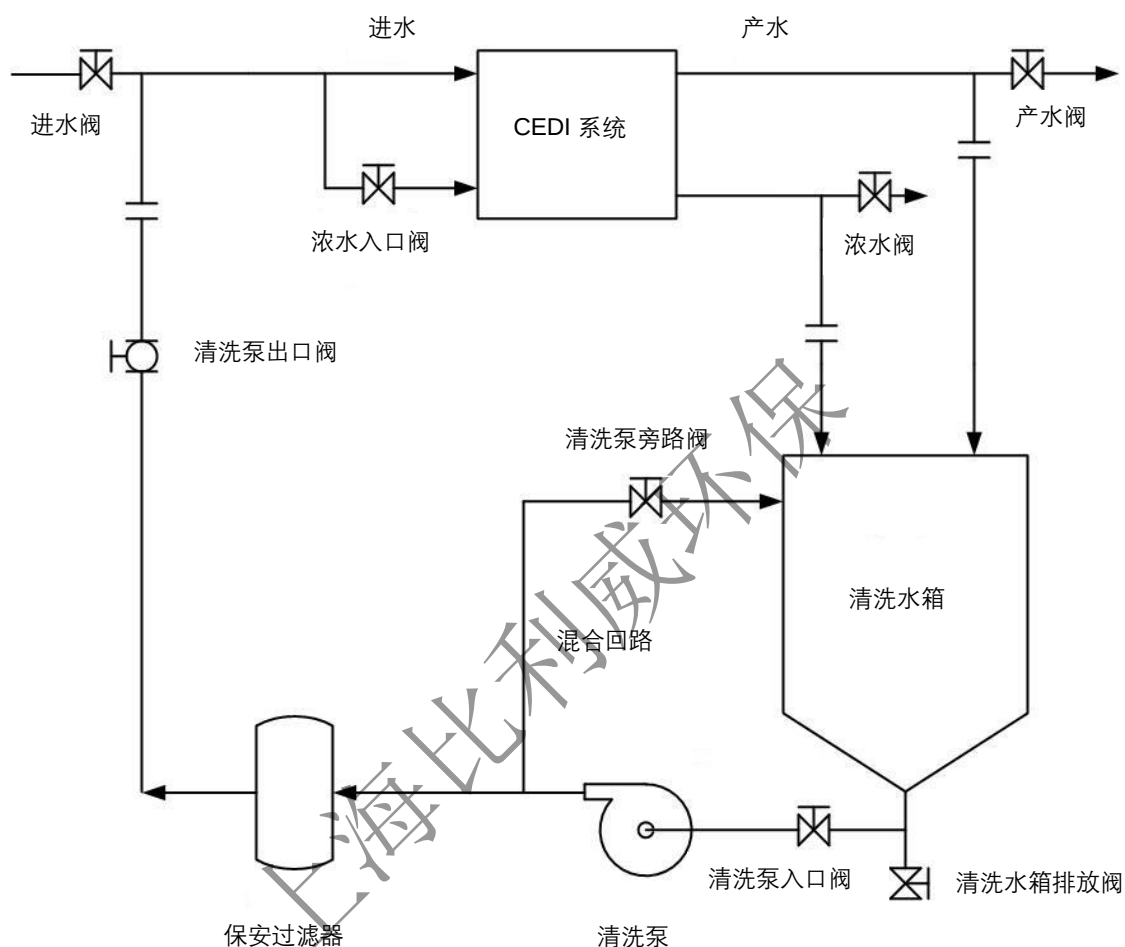

图 6-1 典型的 CEDI CIP 系统
- 典型的 CIP 系统请参见图 6-1。
注意：以下清洗步骤是基于图 6-1 的清洗系统。如您的清洗系统有所不同，可能需要修改这些步骤。